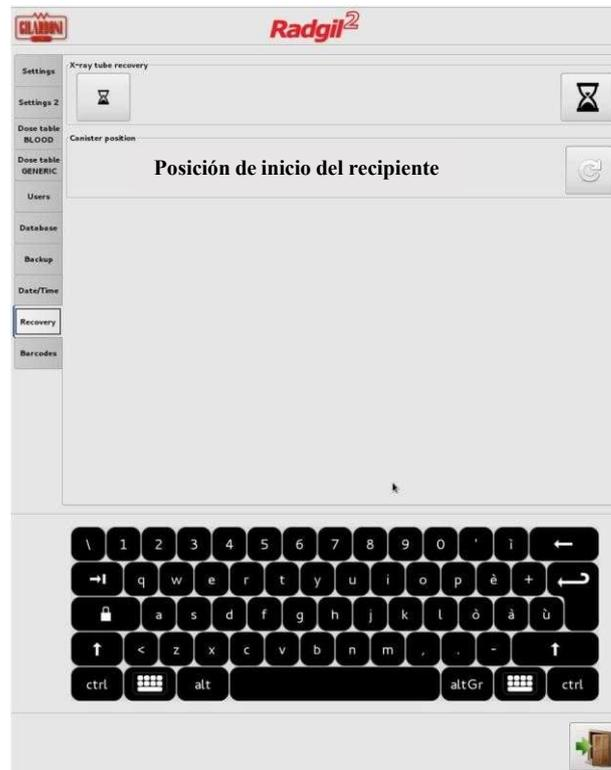

Figura 21
- Cierre la puerta y haga clic en el pequeño reloj de arena que se muestra en la FIGURA 21 (arriba a la izquierda);
Si el programa de recuperación de 25 minutos no puede resolver el problema (por ejemplo, el RADGIL2 todavía se detiene con frecuencia o no puede completar una fase de calentamiento normal), se recomienda un programa de recuperación LARGA (que dura aproximadamente 220 minutos). Para ejecutar el programa de recuperación LARGA, simplemente siga los mismos pasos que para el programa de recuperación CORTA, pero haga clic en el reloj de arena grande de la FIGURA 21 para que comience.